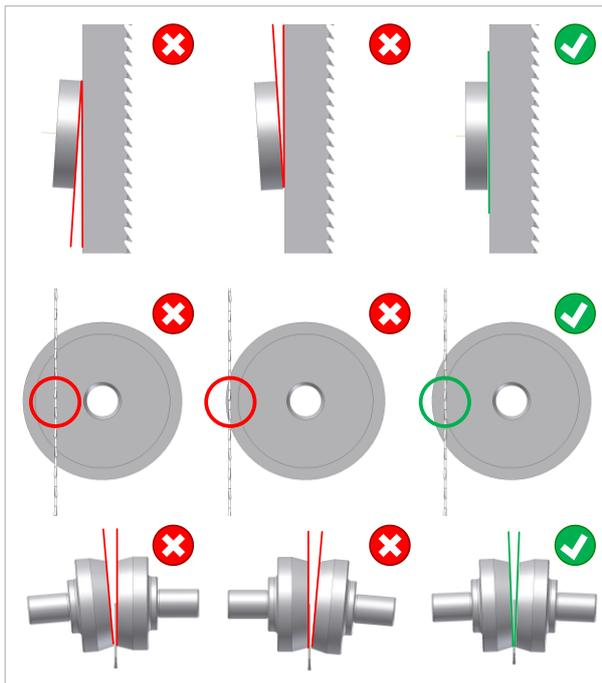

Abbildung 39: Grundeinstellung der Rücken- und Seitenrollen
- Seitenrollen so einstellen, dass sie das Sägeblatt nur leicht berühren (siehe ⇒ Abbildung 39). Bitte Acht geben, dass hierbei das Sägeblatt nicht seitlich weggedrückt wird!
- Die ⇒ Abbildung 39 zeigt ganz rechts die optimale Einstellung der Rücken- und Seitenrollen und links bzw. mittig, welche Einstellungen falsch sind und vermieden werden müssen.
- Die Rückenrolle muss parallel zum Sägeblattrücken (senkrecht) stehen (⇒ Abbildung 39 oben rechts).
- Das Sägeblatt muss genau vor der Innenkante der Rückenrollen laufen (⇒ Abbildung 39 Mitte rechts).
- Die Öffnungswinkel zwischen den Seitenrollen und dem Sägeblatt müssen auf beiden Seiten des Blattes gleich groß sein (⇒ Abbildung 39 unten rechts).